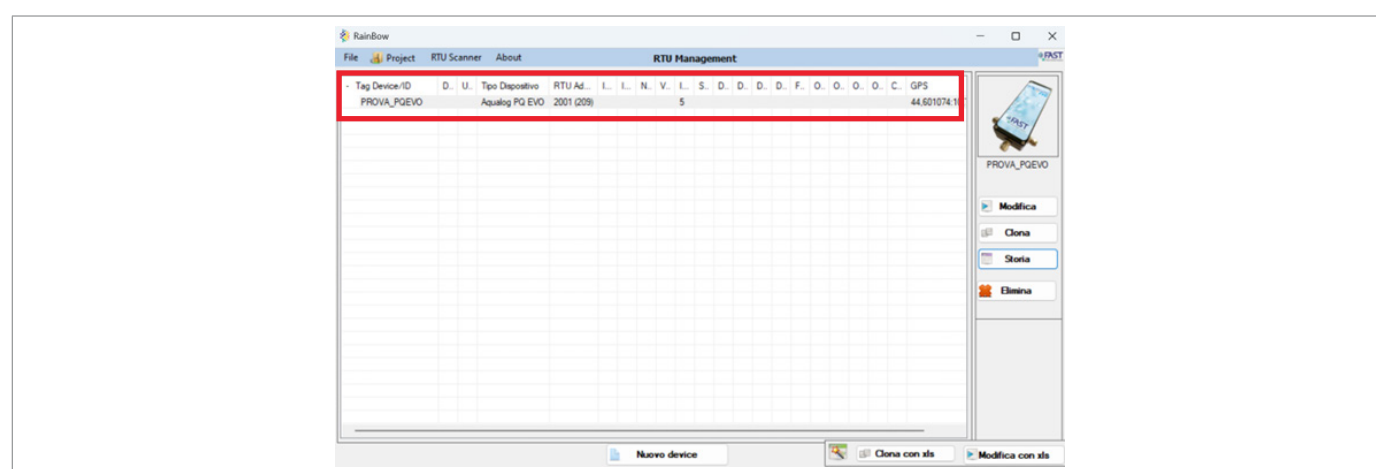

Fig. 8.19. Selección del RTU
3. Seleccione la RTU deseada (Fig. 8.19)